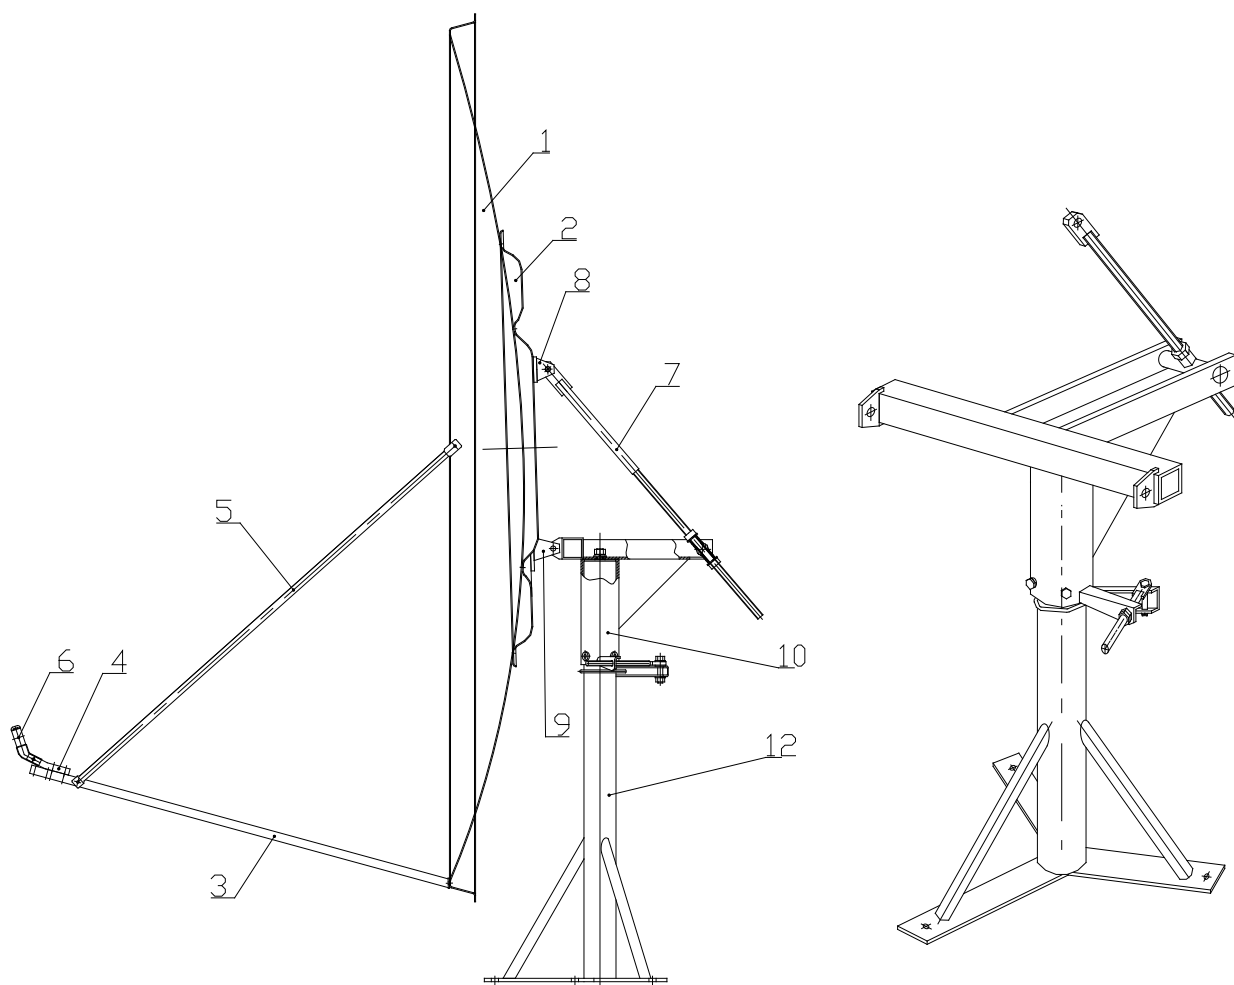

Рис.1
3. Установку рефлектора на ОПУ необходимо производить втроем. Двое держат рефлектор, а третий заводит ушки ОПУ в проушины кронштейнов. Вставить в отверстия спецболты М12. Закрепить. Совместить проушину верхнего кронштейна с тягой ОПУ и закрепить спецболтом М12(см. Рис.1).